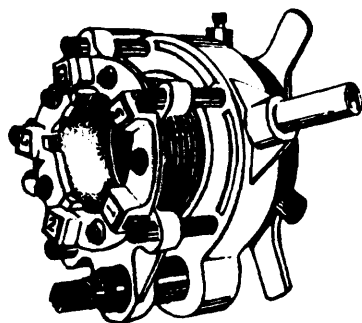

Fig. 15
1. La terraja posee dos cortos brazos transversales para poderla sujetar a los brazos-carril del motopropulsor, (figs. 15 y 16). Los soportes que la sujeten tienen distinta forma.